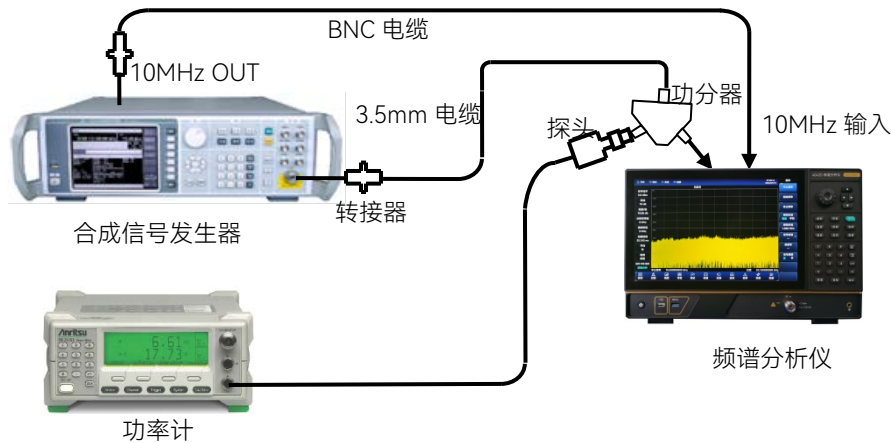

图 15.15 参考电平不确定度与刻度保真度测试设置
- 2) 如图 15.15 连接测试仪器。合成信号发生器 1464 为频谱分析仪提供频率参考，信号发生器的输出通过功分器分别连接到频谱分析仪和功率探头上；
- 2) 如图 15.15 连接测试仪器。合成信号发生器 1464 为频谱分析仪提供频率参考，信号源输出端通过功分器分别连接到频谱分析仪射频输入端口和功率探头上;